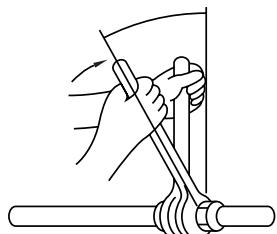

Fig. 5-8
- ④ Aliste tudo à volta
- ⑤ Dentro está tudo a brilhar sem arranhadelas
- ⑥ Uniformize o comprimento à volta
- ⑦ Rachada
- ⑧ Irregular
- ⑨ Demasiado
- ⑩ Inclinado
- ⑪ Arranhe a parte dilatada
- ⑫ Maus exemplos
- Aplique uma camada fina de óleo refrigerante na superfície de encaixe do tubo. (Fig. 5-8)